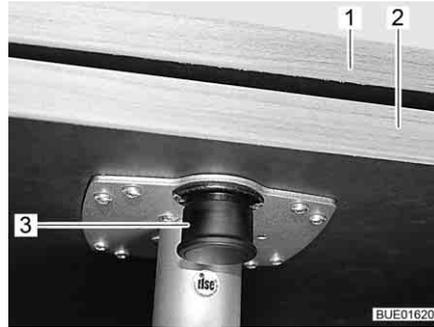

Fig. 128 Rallonge de table pivotante
- Tirer le bouton (Fig. 128,3) du dispositif de verrouillage vers le bas et sortir la rallonge de table (Fig. 128,2).
- Faire pivoter la rallonge de table (Fig. 128,2) sous le plateau de table (Fig. 128,1) jusqu'à ce le dispositif de verrouillage s'enclenche de façon perceptible.